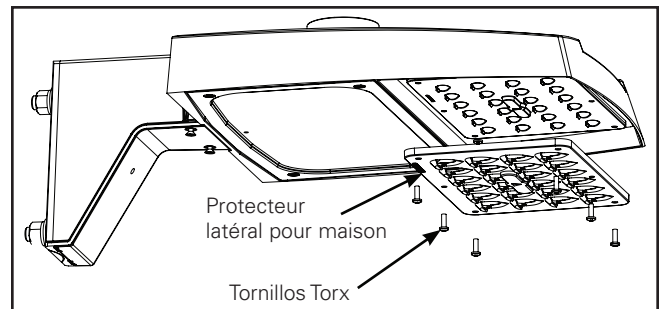

Figura 15.
- Instale la protección lateral del alojamiento con los tornillos Phillips provistos. Apriete hasta que la protección lateral del alojamiento esté ajustada. No la apriete demasiado (Figura 15).
- Coloque la protección lateral del alojamiento sobre la óptica. Los seis orificios para tornillos se alinearán con la óptica si la protección lateral del alojamiento está instalada correctamente (Figura 15).
- Vuelva a colocar los seis tornillos Torx y ajústelos a 10 a 15 in-lb (1,13 a 1,69 N·m). (Figura 15)